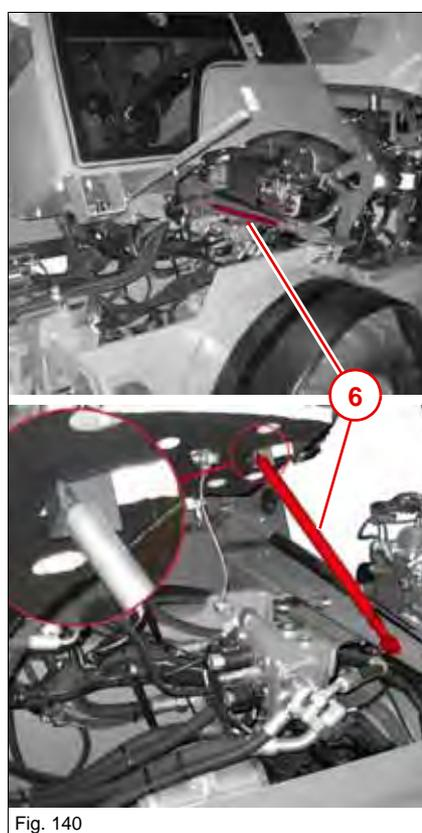

Fig. 140
Le support de sécurité se trouve sur la traverse en dessous du siège du conducteur (Fig. 140).
2. Mettre l'extrémité desserrée du support de sécurité dans le support coudé en dessous du poste de conduite (Fig. 140).